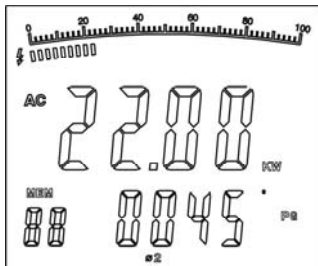

Figura 9
2. Depois de registrar o valor de medição da potência de corrente da primeira fase, pressione **SEL** para escolher $\#2$. O display duplo exibirá o valor da potência activa kW e PG da segunda fase **2**. Como mostra a figura 9.